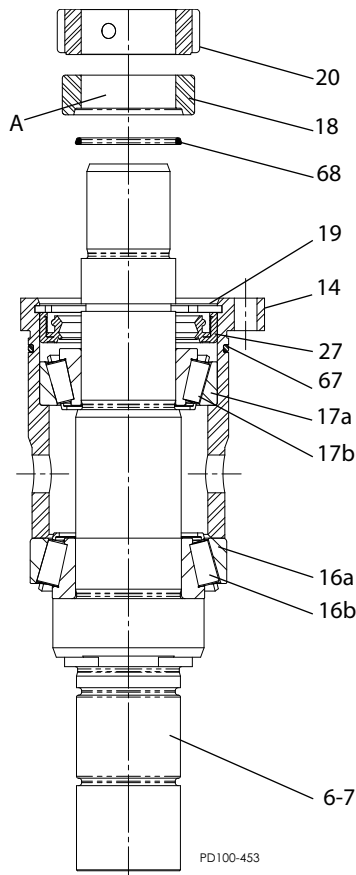

Рисунок 45 - Подшипник в сборе
3. Установите наружное кольцо переднего подшипника (Рисунок 45, пункт 16a) на встроенный конус (позиция 16b) после корпуса подшипника (позиция 14).
6. Установите уплотнительное кольцо (позиция 68) и уплотнительную втулку (позиция 18) на вал, как показано в Рисунок 45. Установите уплотнительную втулку так, чтобы канавка находилась напротив подшипника.